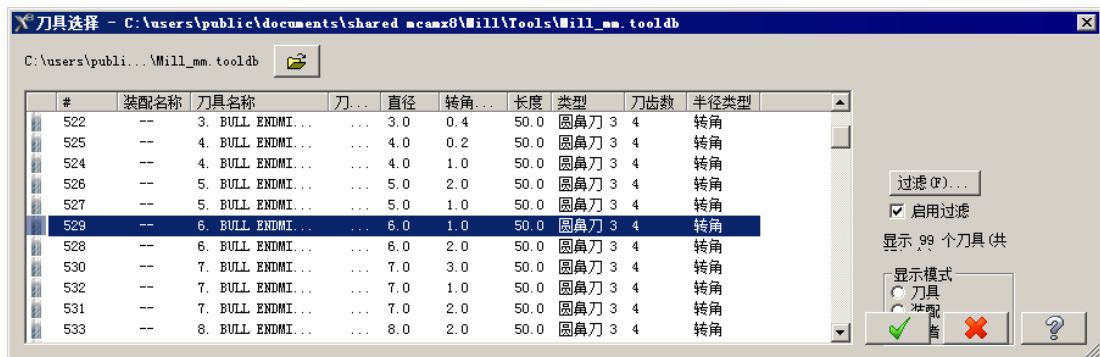

图 10.1.17 “刀具选择”对话框
Step4. 选择刀具。在“曲面精车-外形”对话框中单击 **选择库刀具...** 按钮，系统弹出“刀具选择”对话框，在该对话框的列表框中选择图 10.1.17 所示的刀具。单击  按钮，关闭“刀具选择”对话框，系统返回至“曲面精车-外形”对话框。